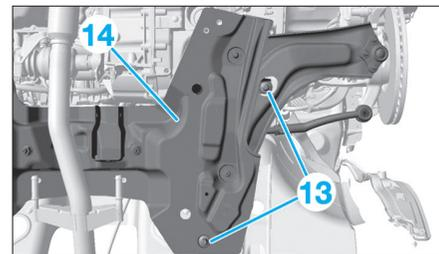

Fig. 15
- la traverse avant de berceau (12).
- Écarter l'absorbeur (8), puis déposer :
- le cadre AV de berceau (11), de chaque côté,
- Déposer les vis (13) (Fig.15).
- Déposer le berceau AV (14).